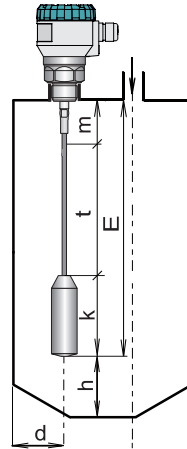

Abb. 16: Installation des Füllstandsmessers mit Seilelektrode
- Bei der Installation des Füllstandsmessers mit Seilelektrode in tiefe Behälter ist die Elektrodenlänge so zu wählen, dass sich das **gesamte Gewicht** unter dem gemessenen Nennfüllstand befindet, da an der Stelle des Gewichtes keine Messung mehr erfolgt, siehe Abb. 16.
- **Der Abstand der Elektrode zur Tankwand** muss mindestens 300 mm betragen. Sonst ist ein möglichst großer Abstand zu wählen, mittig zwischen der Wand und senkrechtem Einlass, siehe Abb. 16. Es ist sicherzustellen, dass die Seilelektrode die Tankwände aufgrund der Bewegung des gemessenen Mediums nicht berühren kann.